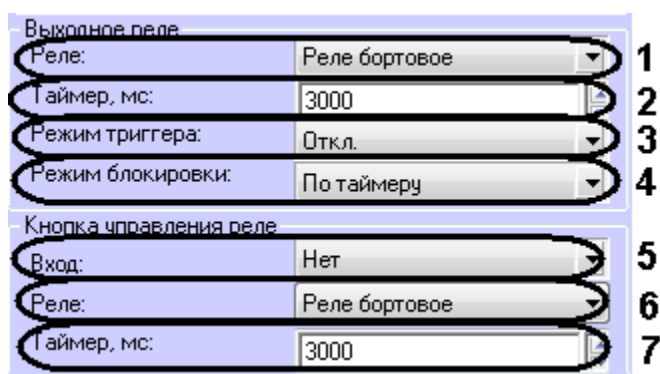

Рис. 3.3—3 Настройка реле контроллера BioSmart 4
- Из списка **Реле** выбрать тип реле, который будет срабатывать при проходе (Рис. 3.3—3, 1).
- 1.2 В поле **Таймер** указать время активного состояния реле после срабатывания в миллисекундах (см. Рис. 3.3—3, 2).
- 1.3 Для включения режима триггера установить значение **Вкл.** соответствующего параметра (см. Рис. 3.3—3, 3). В этом случае реле будет менять свое состояние каждый раз при успешном проходе. При включении питания контроллера после его аварийного отключения реле возвращается в состояние, в котором оно находилось при выключении питания.
- 1.4 Выбрать режим блокировки реле в соответствующем списке (см. Рис. 3.3—3, 4).